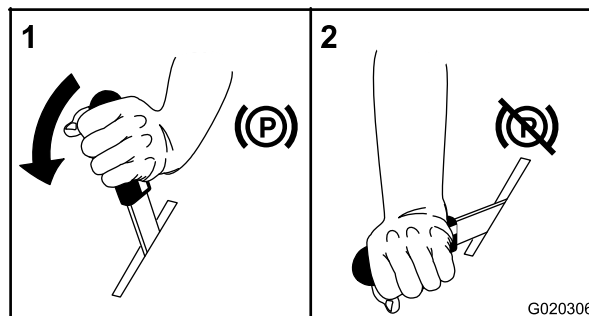

Figure 10
3. Serrez le frein de stationnement (Figure 10); voir Serrage du frein de stationnement.